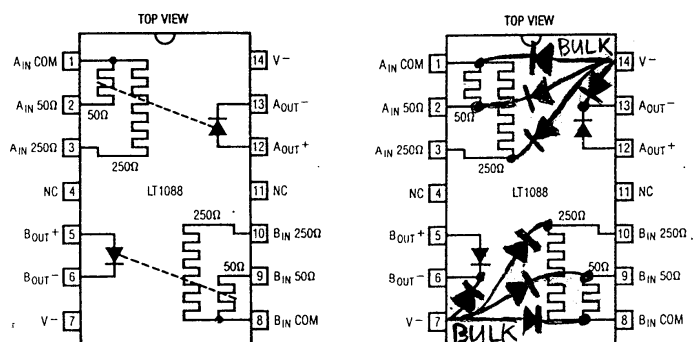

Figure 1: Schema del LT-1088 e relativi diodi parassiti.
3. Resistenze e diodi sono ricavati sul silicio, e pertanto presentano dei *diodi parassiti* verso il *substrato* (bulk). Le due sezioni hanno substrati separati. Vedi fig. 1.